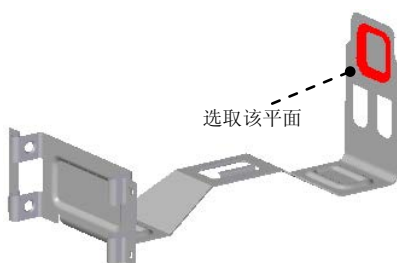
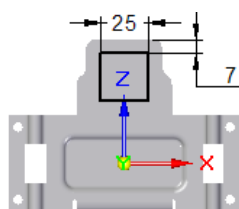
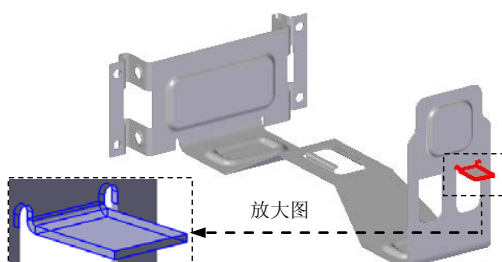

图 8.11.65 凹坑特征 2
图 8.11.66 截面草图
图 8.11.67 弯边特征 15
- (3) 定义倒角属性。在“倒角”命令条中单击  按钮，在 **折线:** 文本框中输入值 5.0，并按 Enter 键，单击鼠标右键。
- (4) 单击  完成 按钮，完成特征的创建。
Step31. 创建图 8.11.65 所示的凹坑特征 2。
- (1) 选择命令。单击“主页”功能选项卡“钣金”工具栏中的“凹坑”按钮 .
- (2) 绘制凹坑截面。选取图 8.11.65 所示的模型表面为草图平面，绘制图 8.11.66 所示的凹坑截面草图。
- (3) 定义凹坑属性。在命令条中单击  按钮，单击“偏置尺寸”按钮 ，在 **距离:** 文本框中输入值 2.0；单击  按钮，在 **拔模角 (T):** 文本框中输入值 30；在 **倒圆** 区域选中 ☒ **包括倒圆 (I)** 复选框，在 **凸模半径** 文本框中输入值 0.5，在 **凹模半径** 文本框中输入值 1.5；选中 ☒ **包含凸模侧拐角半径 (A)** 复选框，在 **半径 (R):** 文本框中输入值 5，单击  确定 按钮；定义其冲压方向向外，如图 8.11.65 所示的位置，单击“轮廓代表凹模”按钮 .
- (4) 单击命令条中的  完成 按钮，完成特征的创建。
Step32. 创建图 8.11.67 所示的弯边特征 15。
(3) 定义弯边类型。在命令条中单击“从两端”按钮; 在“距离”文本框中输入值 14, 在“角度”文本框中输入值 90, 单击“内部尺寸标注”按钮和“材料外侧”按钮; 调整弯边侧方向向外, 如图 8.11.67 所示。